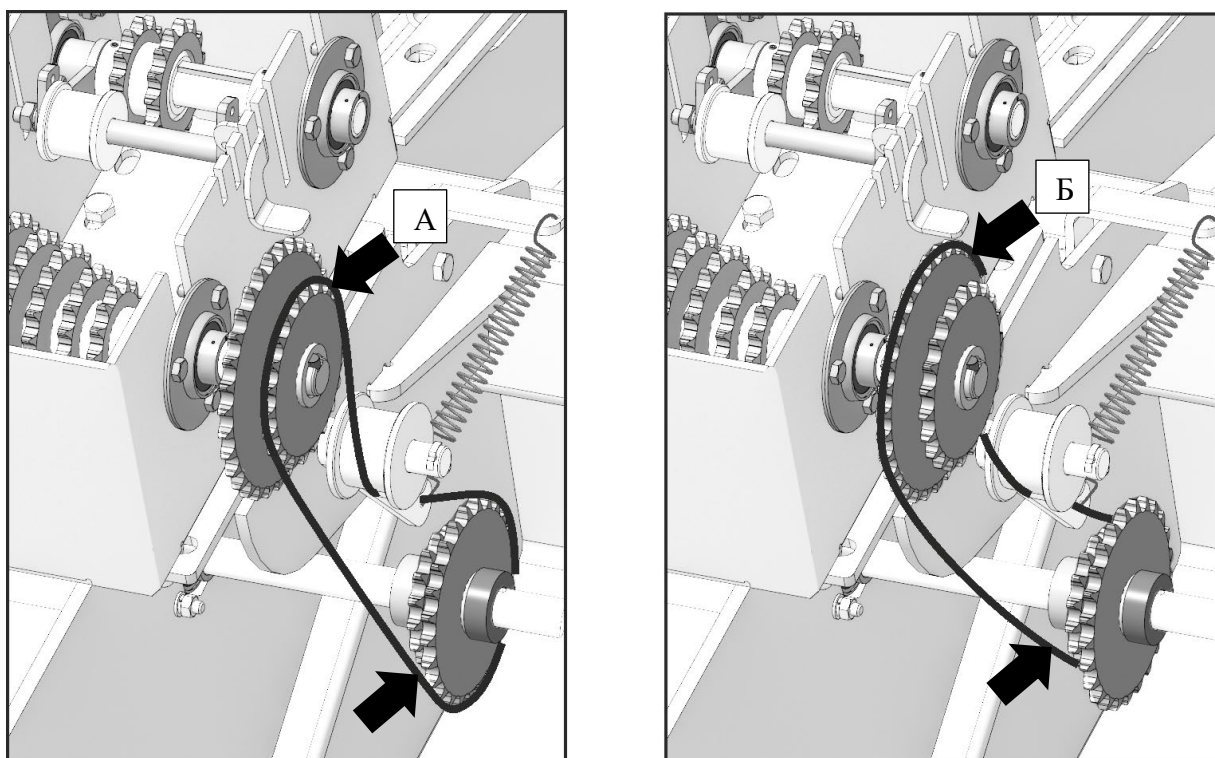

Рисунок 48 – Переустановка цепи с положения А в положение Б
3. Переустановить цепь на выбранную пару звёзд в соответствии с необходимой нормой высева, рис. 48.
4. Подвинуть ролик натяжителя (2) обратно к цепи.
5. Установить пружину натяжителя (1) обратно, рис. 48.